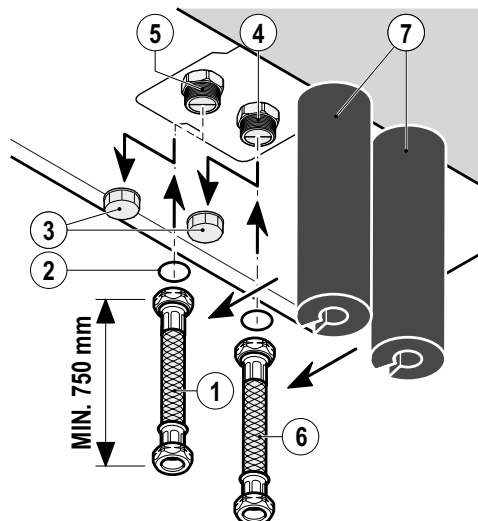

FIG. 41 (Collegamento alla fonte di energia idrica)
PER EVITARE LA TRASMISSIONE DI VIBRAZIONI SUGLI EDIFICI CONTIGUI, UTILIZZARE LINEE DI COLLEGAMENTO ALLA MACCHINA CON UNA LUNGHEZZA DI ALMENO 0,75 m (v. FIG. 41).
- 1) Svitare e togliere i tappi di copertura (FIG. 41 - Rif. 3) dagli attacchi di mandata (FIG. 41 - Rif. 5) e ritorno (FIG. 41 - Rif. 4)
- 3) Installare una tubazione flessibile (FIG. 41 - Rif. 6) con una guarnizione (FIG. 41 - Rif. 2) e una valvola di chiusura nel raccordo del ritorno del riscaldamento verso l'edificio
- 4) Installare una tubazione flessibile (FIG. 41 - Rif. 1) con una guarnizione (FIG. 41 - Rif. 2) e una valvola di chiusura nel raccordo della mandata del riscaldamento verso la pompa di calore
- 6) Rivestire i tubi con isolamento (FIG. 41 - Rif. 7)